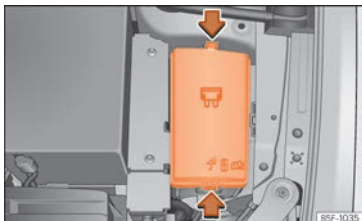

Abb. 54 Im Motorraum: Abdeckung des Sicherungskasten.
- Drücken Sie die Verriegelungslaschen, um die Abdeckung des Sicherungskastens zu entriegeln » **Abb. 54**.